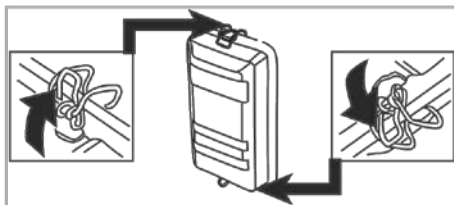

Рисунок 4
5.5.1 Зніміть кришку повітряного фільтра (рисунок 4) і витягніть фільтрувальний елемент.